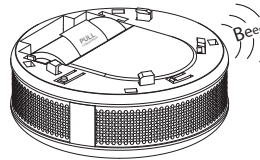

Fig. 4
4. L'alimentation du capteur sera confirmée par un bip court (Fig. 4).